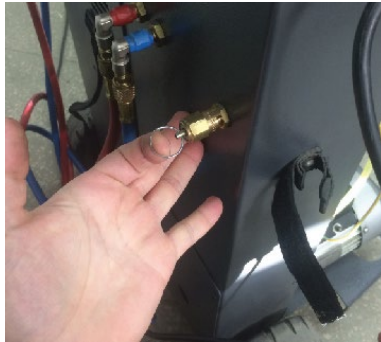

Рисунок 20. Клапан скидання заправної станції (приклад)
- 6.2.** Видаліть із системи домішки, що не конденсуються, через спеціальний клапан рис. 20, згідно з вказівками інструкції (інструкції з експлуатації) на заправну станцію, що використовується.